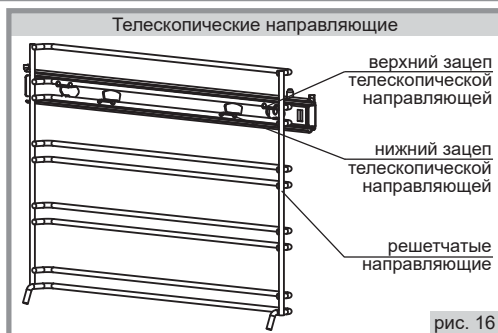

рис. 16
19.5.2. Для снятия телескопических направляющих нужно (рис. 16):